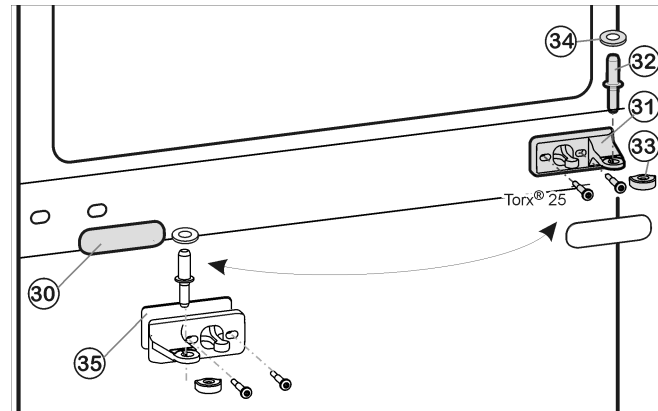
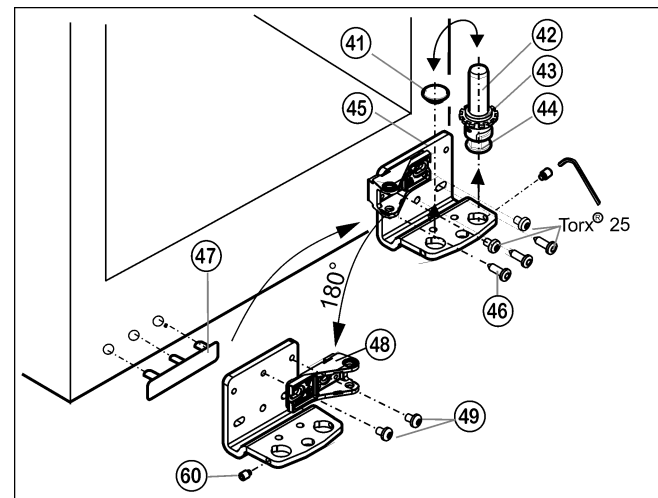

Fig. 11
Fig. 12
- Enlever le pivot central Fig. 11 (32) avec le disque Fig. 11 (34) du support d'appui et de la porte inférieure.
- Retirer le capuchon en plastique Fig. 11 (33).
- Dévisser le support d'appui du milieu Fig. 11 (31) (2 Torx® 25).
- Retirer avec précaution le panneau-cache Fig. 11 (30).
- Visser le support d'appui du milieu Fig. 11 (31) avec le support pivoté Fig. 11 (35) de 180° sur le nouveau côté charnière (avec 4 Nm).
- Encliqueter de nouveau le panneau-cache Fig. 11 (30) tourné à 180° sur le nouveau côté poignée.
- Dévisser la tige filetée Fig. 12 (60) avec la clé à six pans jointe d'env. 1 tour.
- Dévisser le pivot Fig. 12 (42) complètement avec le disque Fig. 12 (43) et le pied réglable Fig. 12 (44) par le haut.
- Enlever le bouchon Fig. 12 (41).
- Dévisser Fig. 12 (45) le support d'appui Fig. 12 (46).
- Dévisser complètement la tige filetée Fig. 12 (60) et la visser sur le côté opposé sur le support d'appui jusqu'à ce qu'elle soit à fleur du support d'appui.
- Dévisser l'élément pivotant Fig. 12 (48) et le revisser à l'intérieur tourné de 180°.
- Remplacer le bouchon Fig. 12 (41) dans l'autre trou.
- Soulever le cache côté poignée Fig. 12 (47) avec précaution et le positionner sur le côté opposé.
- Revisser à fond le support d'appui Fig. 12 (45) sur le nouveau côté charnière en utilisant une visseuse sans fil si nécessaire, avec un couple de serrage de 4 Nm.
- Revisser entièrement le pivot Fig. 12 (42) avec le disque et le pied réglable.
- Serrer la tige filetée Fig. 12 (60).
- Placer la porte par le haut sur le pivot inférieur Fig. 12 (42).
- Remettre le capuchon en plastique Fig. 11 (33) sur le support d'appui central Fig. 11 (31).
- Placer le pivot du milieu Fig. 11 (32) sur le nouveau côté charnière à travers le support d'appui central Fig. 11 (31) dans la porte inférieure.
- Placer le disque Fig. 11 (34) sur le pivot du milieu Fig. 11 (32).
- Placer la porte supérieure sur le pivot du milieu Fig. 11 (32).
- ▶ Aligner éventuellement les portes à la carrosserie grâce aux deux trous longitudinaux dans le support d'appui inférieur *Fig. 12 (45)* et le support d'appui central *Fig. 11 (31)*. Pour cela, dévisser la vis centrale du support d'appui inférieur *Fig. 12 (45)*.